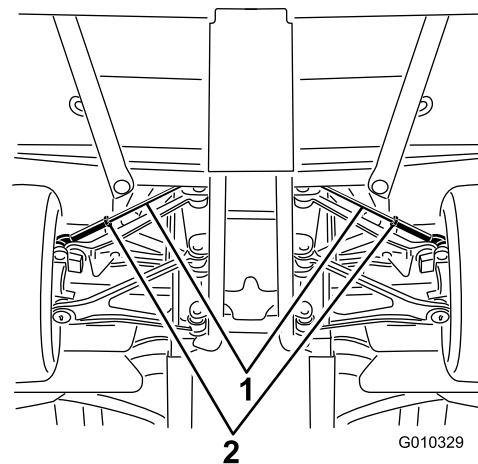

Рисунок 58
- A. Ослабьте контргайку в середине тяги (Рисунок 58).